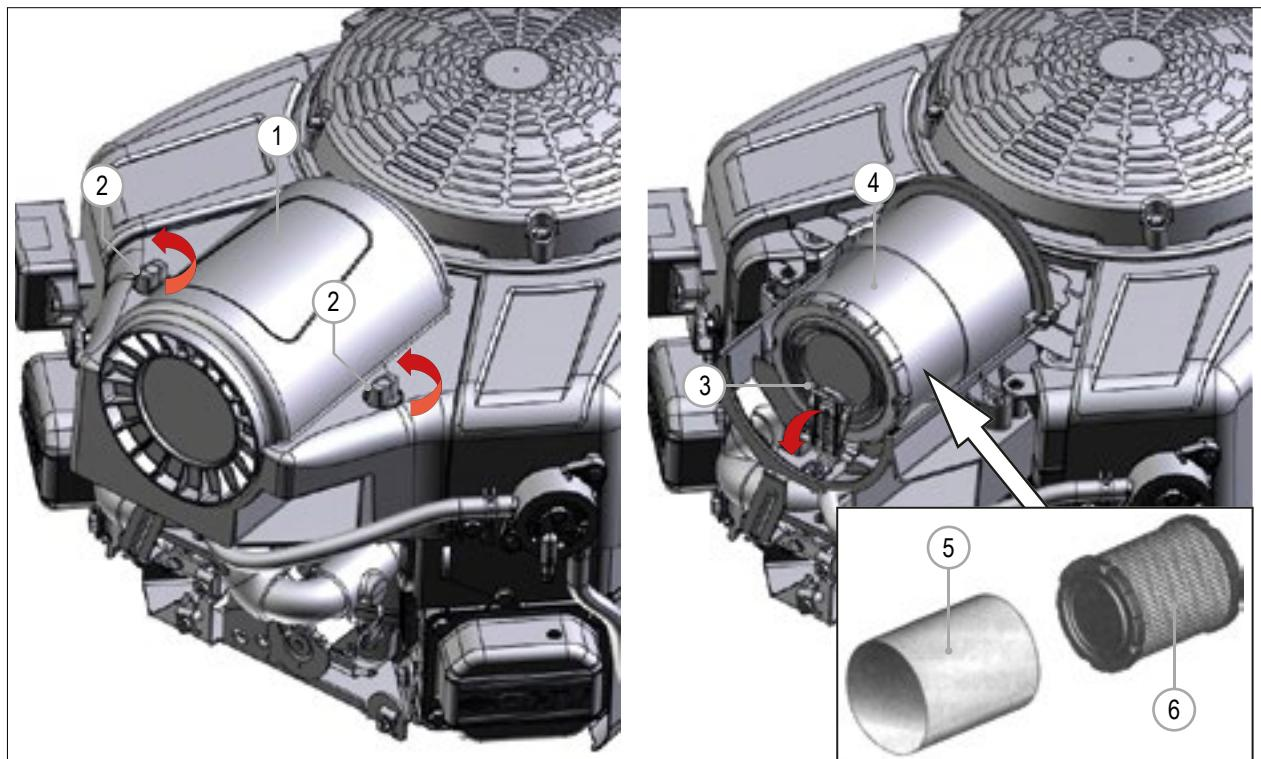

РИС. 40
- 4) Снимите крышку воздушного фильтра (**РИС. 40 - Сс. 1**), ослабив два зажима (**РИС. 40 - Сс. 2**).
- 5) Освободите фиксатор (**РИС. 40 - Сс. 3**).
- 6) Снимите воздушный фильтр (**РИС. 40 - Сс. 4**).
- 7) Снимите фильтрующий элемент (**РИС. 40 - Сс. 6**) из предварительного фильтра (**РИС. 40 - Сс. 5**).
- 8) Проверьте фильтрующий элемент (**РИС. 40 - Сс. 6**), для очистки продуйте фильтр воздухом с низким давлением или замените новым фильтром.
- 9) Проверьте предварительный фильтр (**РИС. 40 - Сс. 5**), для очистки используйте жидкое моющее средство или воду. Затем высушите.
- 11) Установите воздушный фильтр и закрепите фиксатором (**РИС. 40 - Сс. 3**).